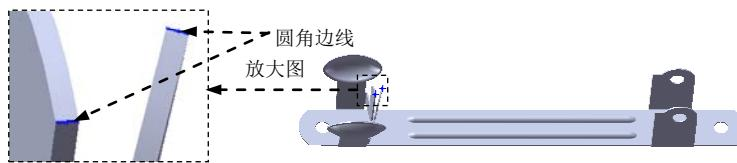

图 15.4.55 圆角边线
(2) 定义圆角类型。采用系统默认的圆角类型。
(3) 定义圆角对象。选取图 15.4.55 所示的边线为要圆角的对象。
(4) 定义圆角的半径。在 **圆角项目(I)** 区域的 **圆角半径** 文本框中输入圆角半径值 0.3，选取 **切线延伸(S)** 复选框。